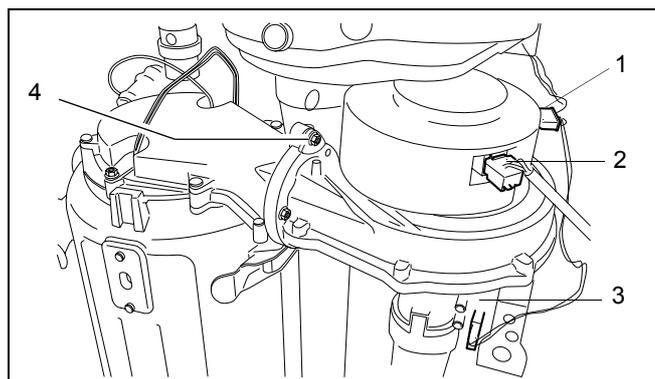

Fig. 31 Retirer la fiche du ventilateur et du bloc gaz
- Détacher les 3 fiches du ventilateur et du bloc gaz (fig. 31, pos. 1, 2 et 3).